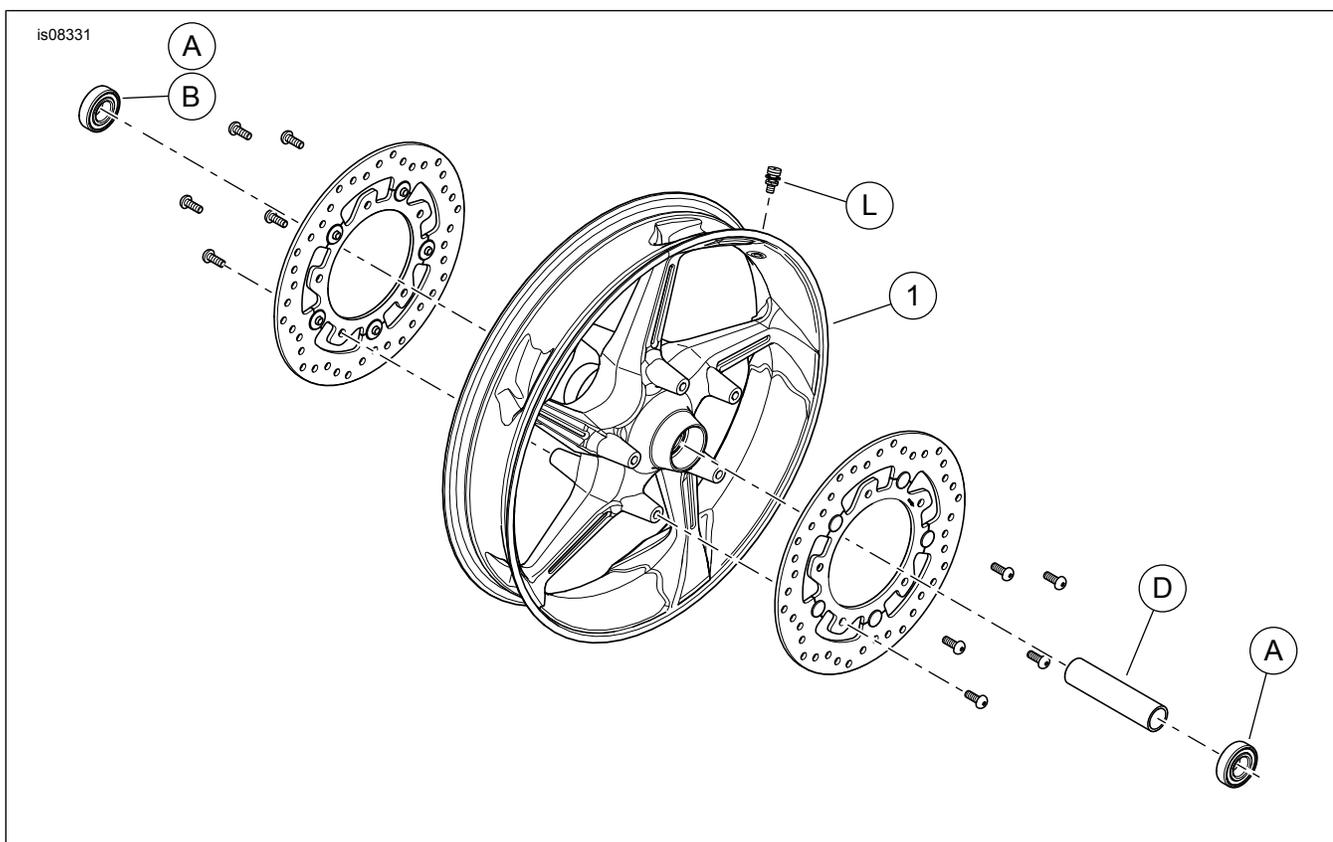

Figura 1. Parti di ricambio: Kit ruote anteriori Aggressor
2. Vedere Figura 1. Installare il gruppo dello stelo della valvola (L ) sulla ruota. Vedere PNEUMATICI nel manuale di manutenzione.